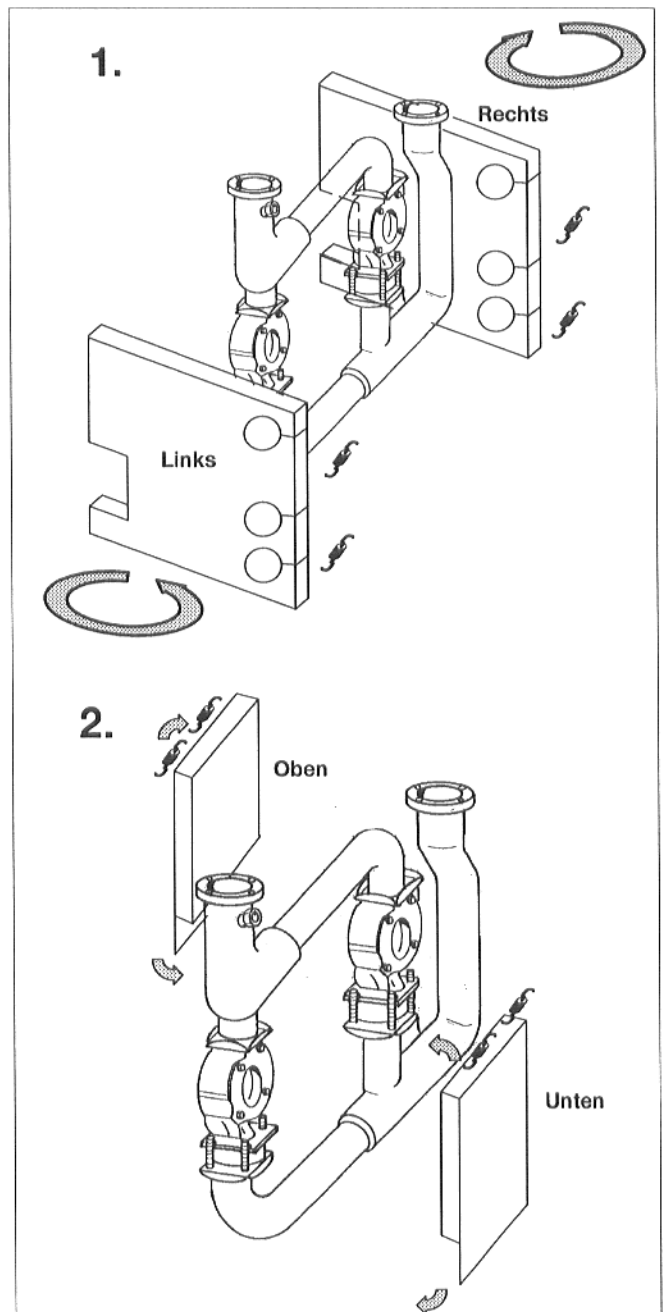

Abb. 28b: Wärmeschutz Verrohrung
- Wärmeschutz Verrohrung anbringen (Abb.28b).